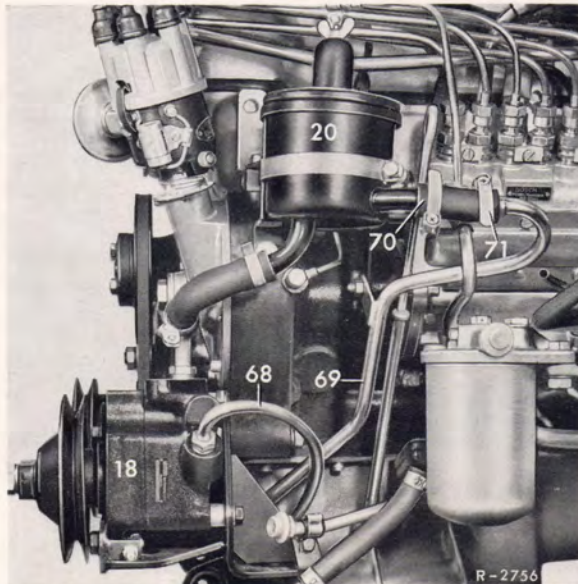

Bild 46-6/7
- d = an dieser Stelle des Trägers (8) ist bei Rechtslenker-Fahrzeugen das Abziehbild (82) aufzukleben.
24. Rohrkrümmer (48) in den Rücklaufstutzen der Servo-Lenkung einschrauben. Dann Niederdruckschlauch (49) auf den Rohrkrümmer (48) und beim Linkslenker auf das Anschlußrohr des Vorratsbehälters aufstecken und mit den Schlauchschellen (50) befestigen (Bild 46-6/8 und 9).
Beim Rechtslenker den Niederdruckschlauch (70) auf das Anschlußrohr des Vorratsbehälters aufstecken und die Rücklaufleitung (69) in die Niederdruckschläuche (49) und (70) einschieben. Anschließend Schlauchschellen (50) und (71) anbringen (Bild 46-6/7 und 9).
25. Beim Rechtslenker die Druckleitung (68) in den Anschluß der Hochdruck-Ölpumpe einschrauben (Bild 46-6/7).